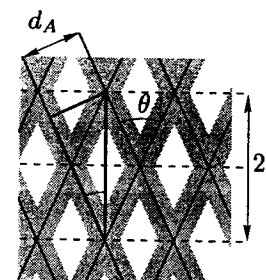

Рис. 9
1. Расстояние между полосами  $l$  будет равно половине длинной диагонали ромба, образованного пересечениями центров линий (рис. 9). Поскольку из геометрии  $nl = S = L / \cos(\theta/2)$ , то: